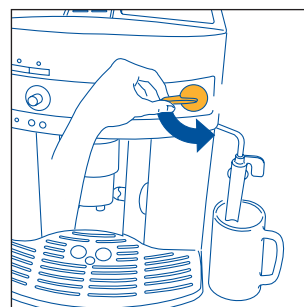
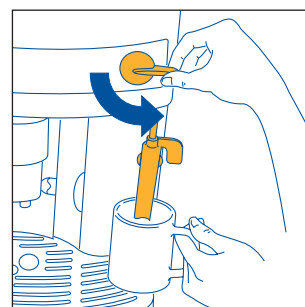
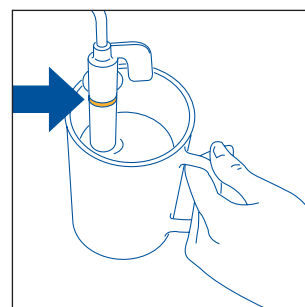

Fig.5
Fig.23
Fig.24
3. **STRAKS EFTER, INDEN DER ER GÅET HØJST 30 SEKUNDER**, drej dampbetjenings knappen mod uret så langt den kan komme (fig. 5) (det er normalt, at maskinen larmer).
- Drej dampbetjeningsknappen en halv gang mod uret så langt den kan (fig. 5): det varme vand løber ud af cappuccinoadapteren og begynder at fylde den nedestående beholder op.
- Straks efter, inden højst to minutter** (ellers går maskinen automatisk tilbage til funktion kaffebrygning), sænk cappuccinoadapteren ned i mælkebeholderen (fig. 23), men vær opmærksom på ikke at overdække mærket på cappuccinoadapteren (det vises med pilen på fig. 24). Drej dampbetjeningsknappen en halv gang mod uret, så langt den kan komme (fig. 5). (Pas på ikke at skolde sig). På grund af dampen, der løber ud af cappuccinoadapteren, begynder mælken at svulme op og at få et cremet udseende. For at opnå et mere cremeagtigt skum, sænk cappuccinoadapteren ned i mælken, og drej beholderen med langsomme bevægelser nedefra og op. (Det tilrådes at lede damp i højst 2 minutter ad gangen).
- Lad lidt vand eller damp slippe ud i et par sekunder ved at dreje dampbetjeningsknappen mod uret helt i bund (fig. 5). Med denne operation kommer damprøret af med eventuel tiloversbleven mælk.